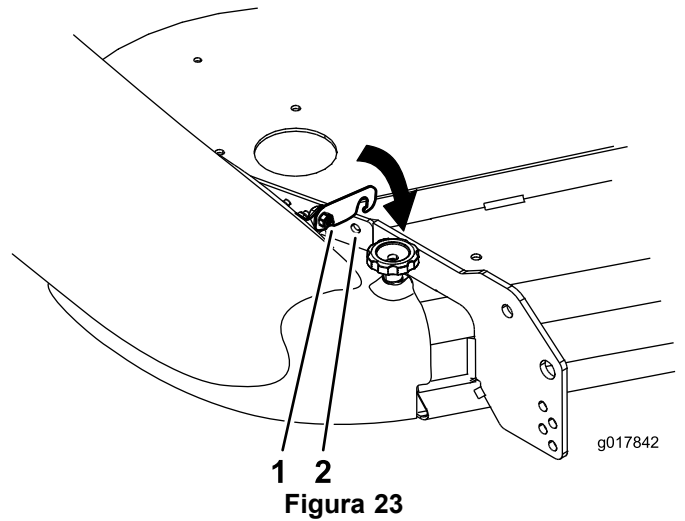

Figura 23
- 6. Gire el cierre hasta que se enganche en el orificio del refuerzo de la carcasa de corte (Figura 23).